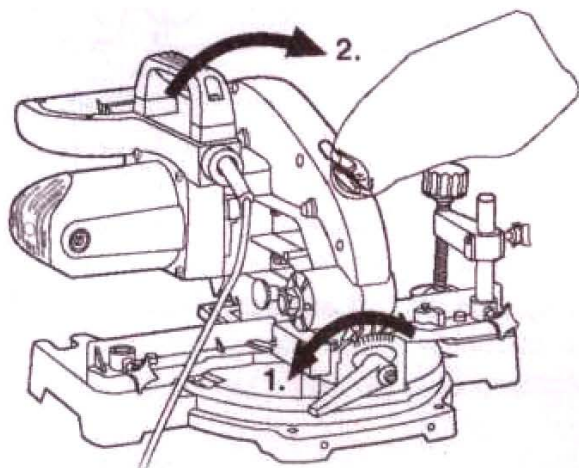

Рис. 10. Пильный блок в начальном положении
2. Ослабьте зажим (22) и наклоните пильный блок точно по углу резания (рис. 10 и 11). Смотрите угол на шкале (25).